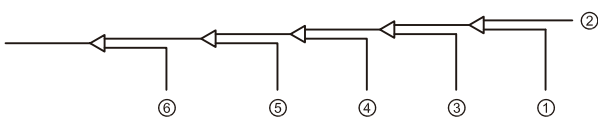

Figura 5.16
- Purgue las otras aperturas de la misma forma, trabajando en secuencia desde la unidad interior A hacia las unidades exteriores. Consulte la Figura 5.16.